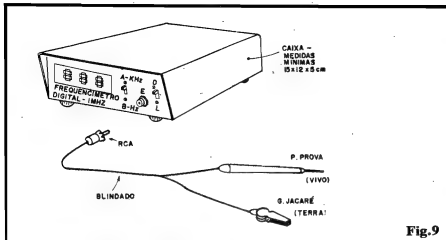

Fig.9
- **FIG. 9 - "AGASALHANDO" O FRED**... Um bom instrumento de medição e teste, não deve ser